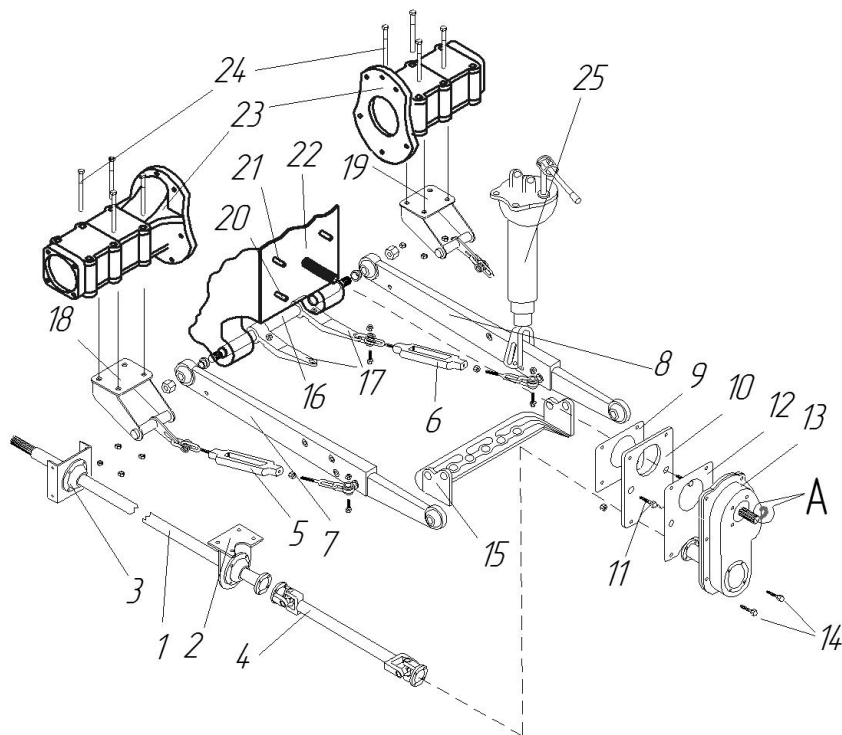

Рисунок 4. Устройство задней навески и ее доработка.
3. Отсоединить растяжки 5, 6 (рис. 4) от кронштейнов 17 оси.
1. Установить прокладку 9 (рис. 4) на крышку ВОМ 22 трактора.